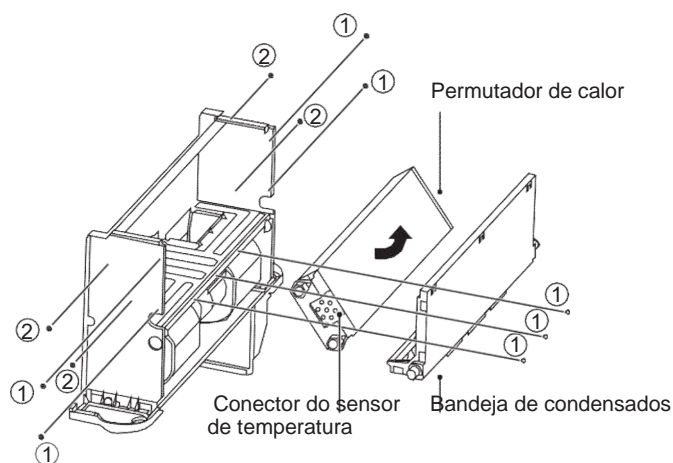

Figura 5-18
Como mostra na Figura 5-18, remova os parafusos ①\*7 para retirar a bandeja de condensado.